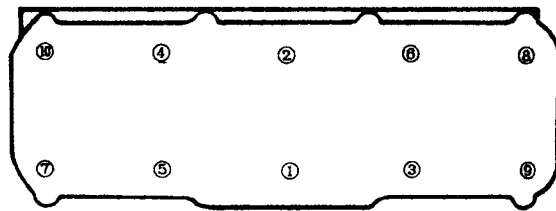

图 1.30 气缸盖螺栓拧紧顺序
(1) 拆卸气缸盖螺栓顺序为先两端后中央分次拧松螺栓。应在发动机冷却状态时进行, 然后拆下气缸盖。
(2) 安装时, 必须更换缸盖密封件、衬垫、自锁螺母。
(3) 必须将曲轴和凸轮轴转到一缸上止点位置, 再将气缸垫安放定位。
(4) 气缸盖螺栓拧紧顺序如图 1.30 所示。拧紧力矩第一次为 $60 \text{ N} \cdot \text{m}$, 分两次再拧 $1/2$ 圈 (即 $2 \times 90^\circ$)。